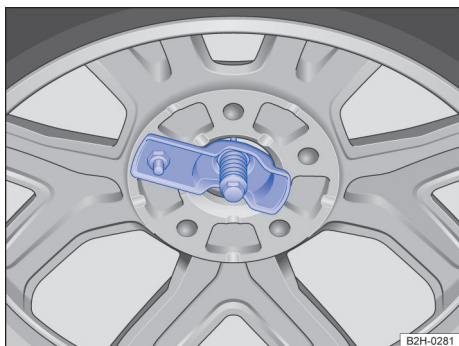

Fig. 192 Roda sobressalente ou de emergência: colocação correta do suporte do aro no orifício do aro.
- Assegurar-se de que o suporte do aro esteja centralizado no orifício do aro e que não esteja empenado → Fig. 192 → .